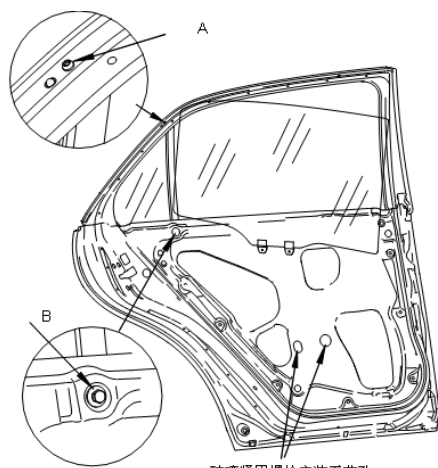

图 1 后门玻璃更换示意图
- 3、卸下图 1 所示后门后玻璃后导轨的紧固件 A 和 B，小心的将玻璃导轨拿出，必要时可以将窗框段的玻璃泥槽全部扯下。